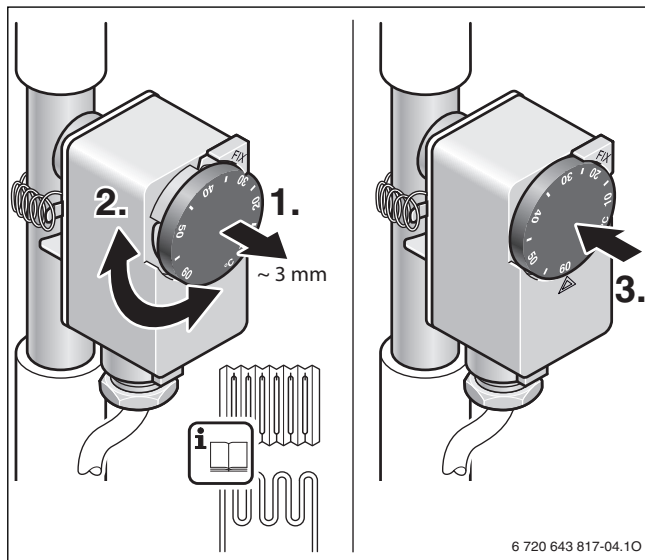

Fig. 18 Impostazione della temperatura
- Programmare la temperatura di spegnimento del termostato di sicurezza in funzione del dimensionamento e della compatibilità dell'impianto di riscaldamento (→ fig. 18). Prestare attenzione alla temperatura appropriata per il riscaldamento a pavimento (campo di regolazione: 10... 60 °C).